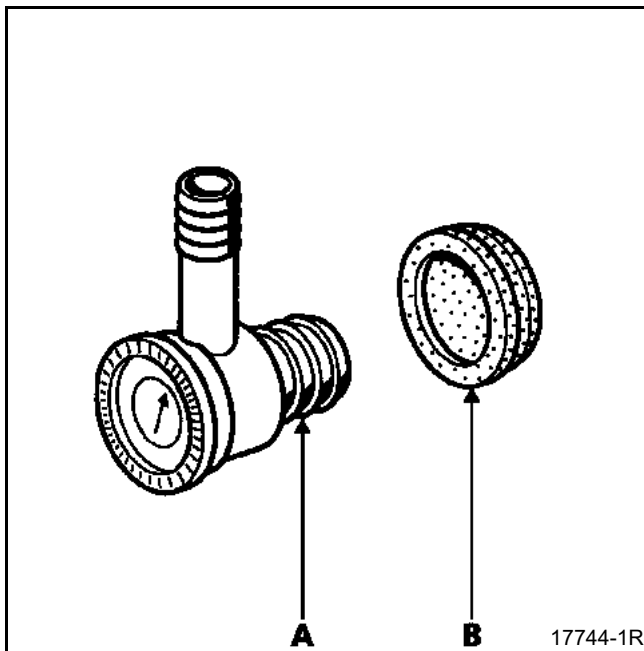

Abb. 4
4) Austausch des Rückschlagventils des Bremskraftverstärkers (Abb. 4)
- das Rückschlagventil (A) (Abb. 4) des Bremskraftverstärkers; hierbei darauf achten, dass die Gummidichtung (B) (Abb. 4) nicht beschädigt wird,